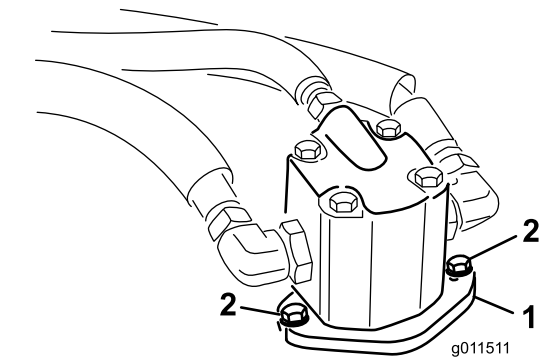

Bild 71
4. Entfernen Sie die Schrauben, mit denen der Hydraulikmotor am Mähwerk befestigt ist (Bild 71). Heben Sie den Motor vom Mähwerk ab und legen ihn auf die Oberseite des Mähwerks.